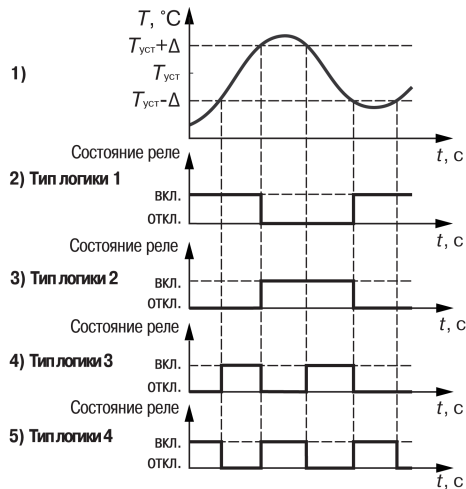

Рисунок 7.3 – Типы логики
- **Тип логики 1 «Прямой гистерезис»** (рисунок 7.3, график 2) используется для сигнализации о достижении контролируемым параметром значения ниже заданной границы. Выходное реле «Авария объекта» включается при температурах $T < T_{уст} - \Delta$, а выключается при
- **Тип логики 2 «Обратный гистерезис»** (рисунок 7.3, график 3) используется для сигнализации о превышении параметром заданной границы. Выходное реле включается при температурах ($T > T_{уст} + D$), а выключается при ($T < T_{уст} - D$).
- **Тип логики 3 «П-образная»** (рисунок 7.3, график 4) применяется для сигнализации о нахождении температуры в заданных границах. Выходное реле включается при температурах ($T_{уст} - D < T < T_{уст} + D$).
- **Тип логики 4 «U-образная»** (рисунок 7.3, график 5) применяется для сигнализации о выходе температуры за заданные границы. Выходное реле включается при температурах ($T < T_{уст} - D$) или ($T > T_{уст} + D$).